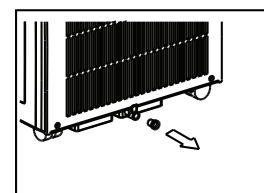

Fig.6
- Cuando el nivel del agua de la bandeja abajera alcanza al un nivel predeterminado, la máquina dará el pitido 8 veces, el display digital enseñará "P1" y la máquina parará la operación. Mueve con cuidado la máquina a un lugar para el desagüe, quite el tapón inferior de desagüe y deje el agua se agote (Fig. 6). Reinicie la máquina hasta que el signo "P1" se desaparezca. Si el error repite, haga la llamada para el servicio.
- Quite el tapón desde la salida abajera de desagüe, toda la agua en la bandeja abajera se agotará (Ver Fig. 6).